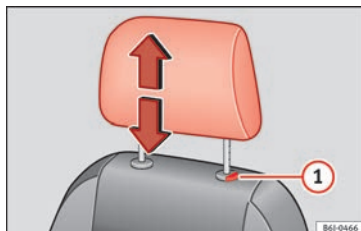

Fig. 141 Appui-tête avant : réglage ou démontage.
- Appuyez sur la sécurité **①** » **fig. 141** et retirez l'appui-tête.